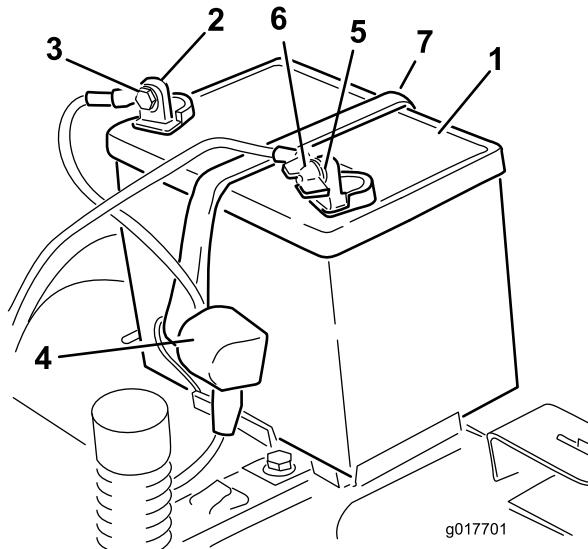

Figura 51
4. Staccate il cavo negativo (nero) di terra dal polo della batteria (Figura 51).
6. Staccate il cavo positivo (rosso) dal polo della batteria (Figura 51).
7. Togliete il dispositivo di fissaggio della batteria (Figura 51) e togliete la batteria dal vassoio.
1. Posizionate la batteria nella cassetta (Figura 51).
5. Fissate la batteria con l'apposito dispositivo (Figura 51).